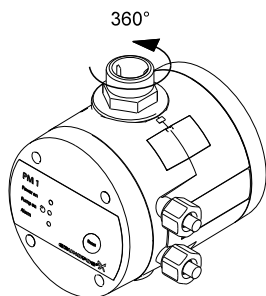

Fig. 1 Ligação de saída rotativa
A ligação de saída da unidade pode rodar 360 °. Consulte a fig. 1.
2. Efectue a ligação eléctrica como apresentado na fig. 1 ou 2, página 10, dependendo do tipo de motor.